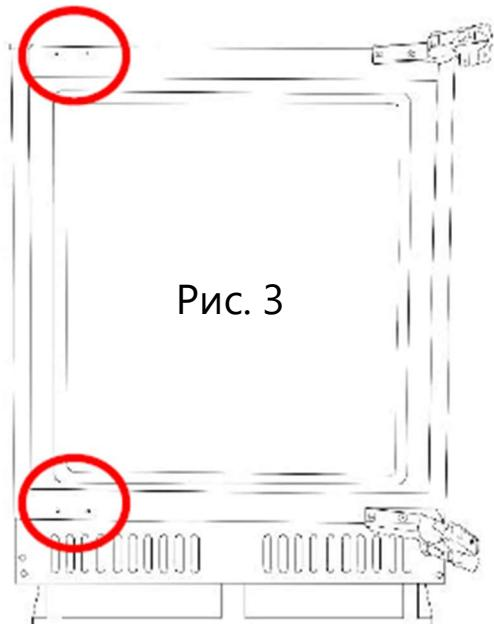

Рис. 3
4. Снимите крышки с 4 винтовых отверстий на приборе сверху и снизу с противоположной стороны от того места, где в настоящее время закреплены петли (рис.3).